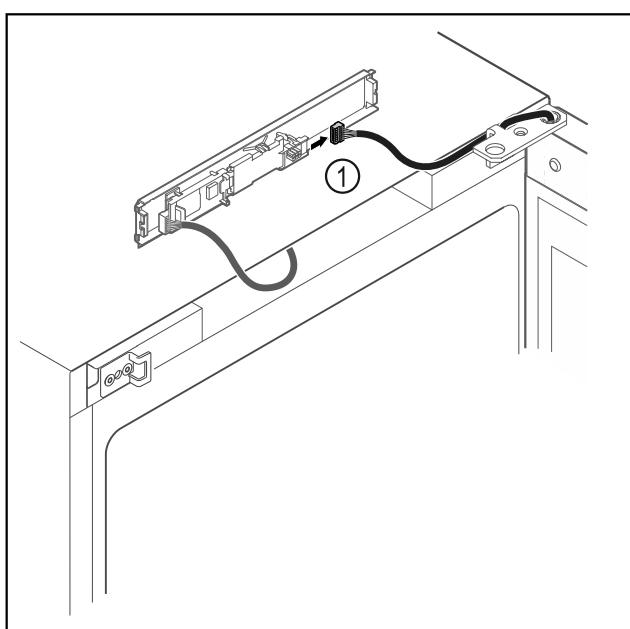

Fig. 20
- Αποσυνδέστε το φίς Fig. 20 (1) από την πλακέτα.